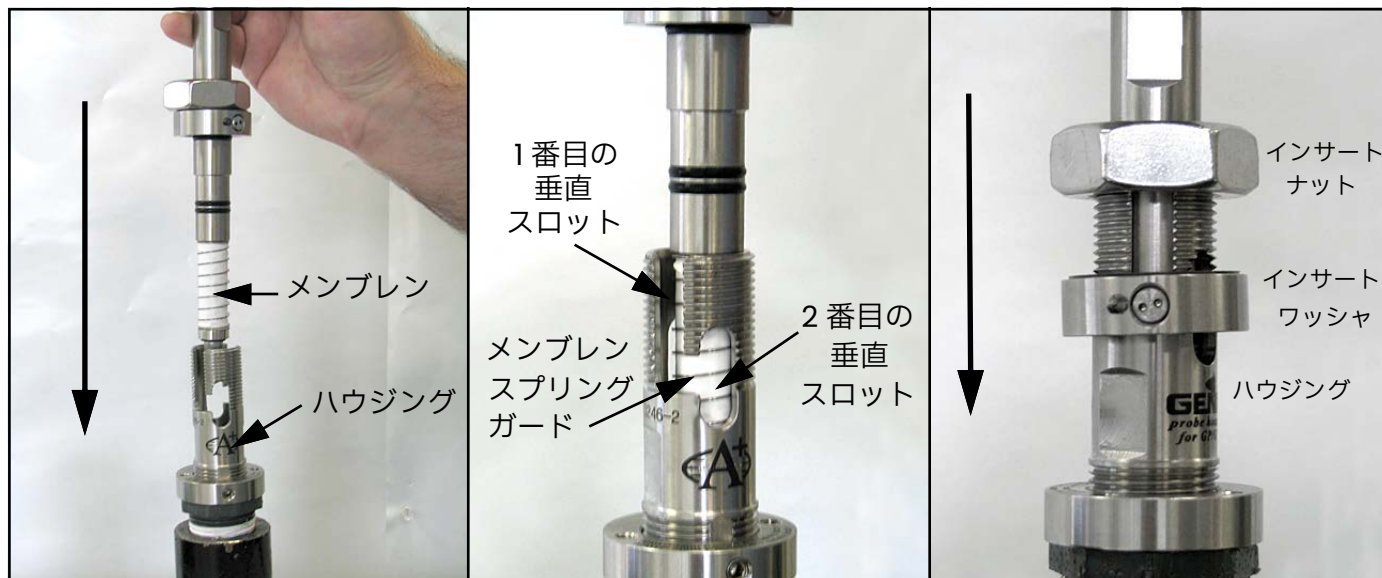

図 18: プローブの取り付け
3. 下の図18を参照して、プローブのメンブレン端を、取り付けたハウジングの上に置きます。プローブをハウジング内にゆっくり降ろします。メンブレンがハウジングの上部に触れないようにします。下方向に力をかけないでください。プローブは滑らせるようにハウジングに挿入します。プローブは、インサートナットを1回転回すと噛み合う程度に下げます。